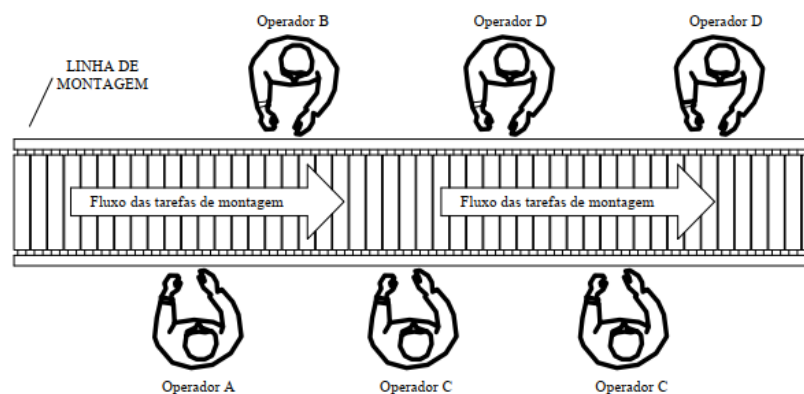

Figura 1- Fluxo de operações em uma linha de montagem.
- Uma linha de montagem consiste em uma determinada quantidade de estações de trabalho dispostas ao longo do equipamento de manuseio de materiais (por exemplo, uma esteira rolante) onde as peças são movidas consecutivamente de uma estação de trabalho para a próxima, até chegarem ao fim da linha (ver Figura 1). Na linha de montagem, um número específico de tarefas é executado para obter um produto acabado, com cada estação de trabalho executando um subconjunto dessas tarefas. Uma tarefa requer uma estação de trabalho específica e um certo tempo de processamento. Devido às condições tecnológicas e organizacionais, as restrições de precedência entre as tarefas devem ser respeitadas. Como várias tarefas são executadas simultaneamente, é necessário distribuir a carga entre as estações de trabalho de forma mais equânime possível, de modo que as estações possuam aproximadamente a mesma quantidade de tempo para a execução da tarefa atribuída.